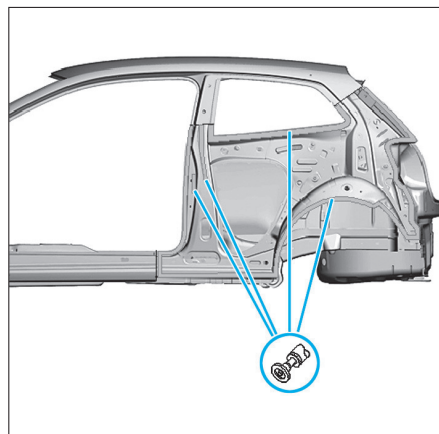

FIG. 101
- Retirer les morceaux de tôle restants (Fig.101).